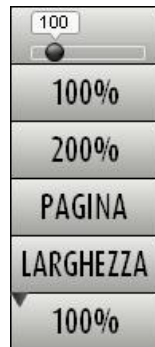

Fig 35
- cliccare il pulsante . Si aprirà il menù seguente (Fig 35).